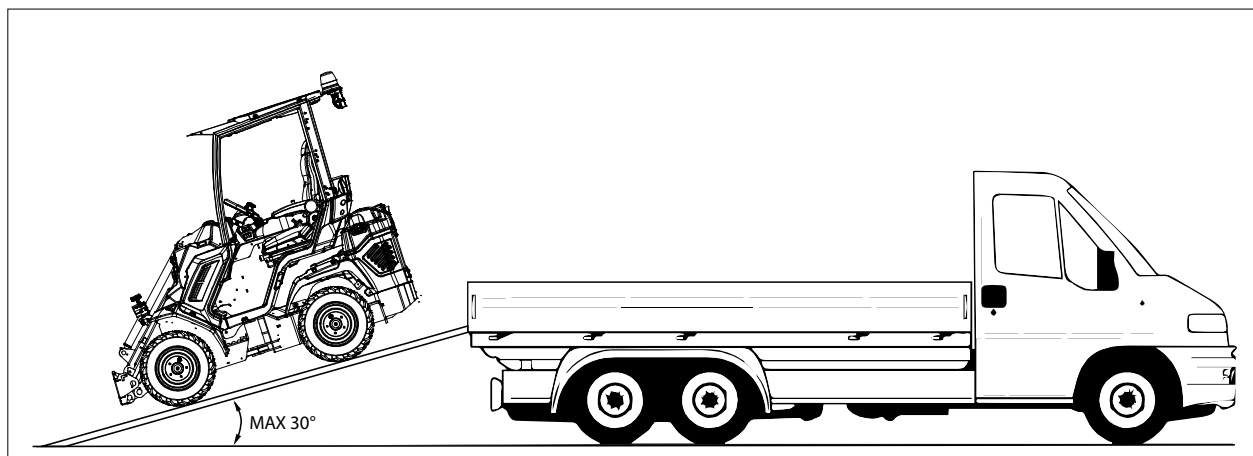

РИС. 16
- 4) Рекомендуется разместить машину на транспортный прицеп так, чтобы центр тяжести располагался ближе к передней части (часть со сцепным устройством) прицепа (см. РИС. 16).